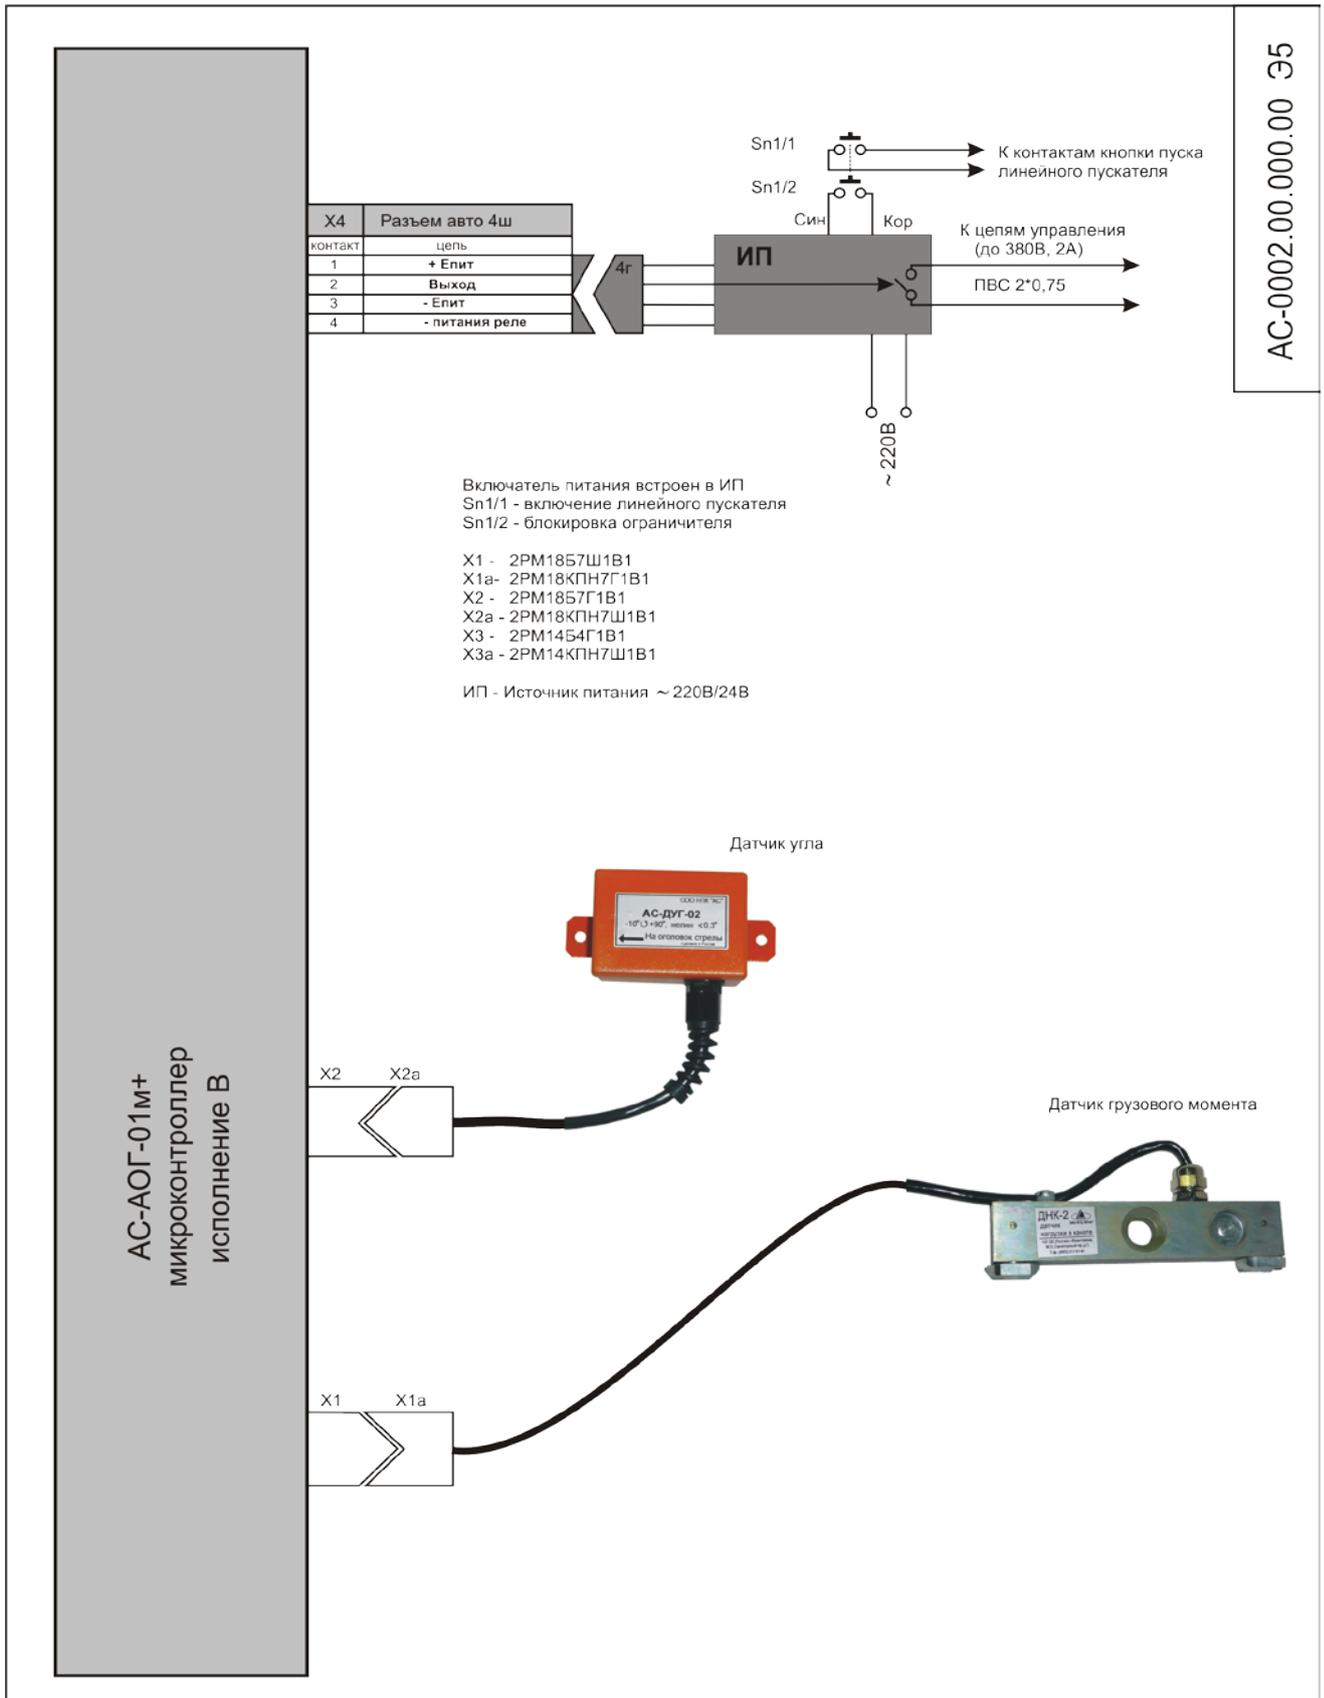

Рис.3
6.1. Описание работы проводится по схеме подключения рис.3.
Подсоединение АОГ к электрооборудованию крана должно быть произведено в соответствии со схемой подключения рис.3, а именно через контакты разъема Х4 расположенного на тыльной стороне блока АОГ (рис.2), на задней стенке.
7.4. Подключение составных частей, а также подключение системы АОГ к системе электрооборудования крана производите в соответствии со схемой подключения АС-0002.00.000.00м Э5, рис.3.